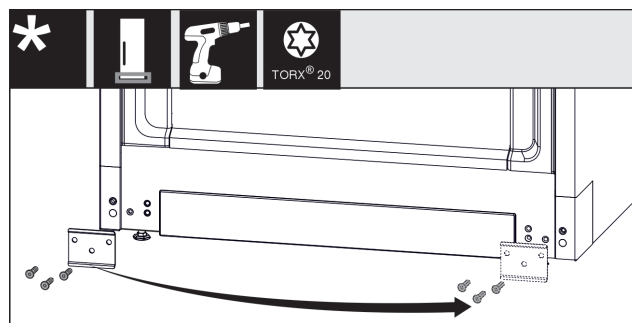

Fig. 28
- Svitare la lamiera Fig. 28 (1), girarla sull'alto lato e riavvitarla.